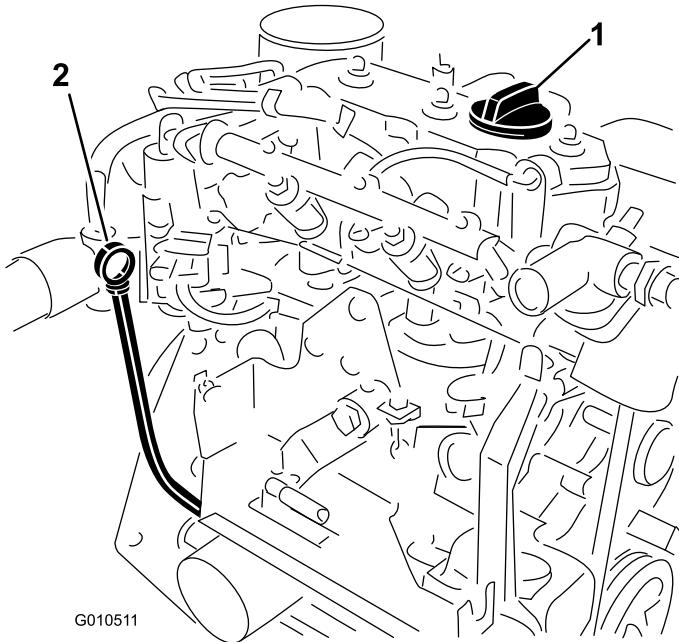

Figura 15
2. Togliete l'asta di livello (Figura 15) ed asciugatela con un panno pulito. Inserite l'asta nel tubo e verificate che sia inserita a fondo. Rimuovetela e controllate il livello dell'olio.
3. Se il livello dell'olio è basso, togliete il tappo di rifornimento (Figura 15) e versate dell'olio fino a portarne il livello alla tacca Full sull'asta.